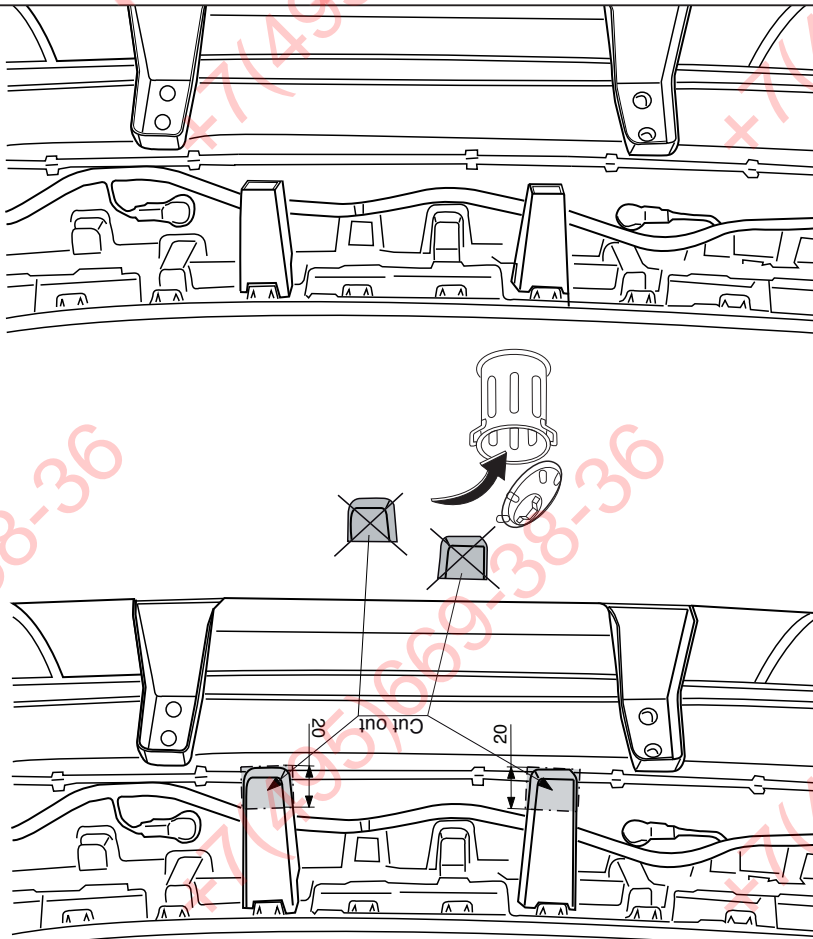

Fig. 3
9. Saw out from the bumperinnerwork the section indicated in accordance with fig. 3.
9. Gemäß Fig. 3. die angegebenen Stücke aus der Stoßstangeninnenverkleidung heraus sägen.
9. Sägga de markerade delarna ur stötfångaren innanmätet.. Se fig. 3.